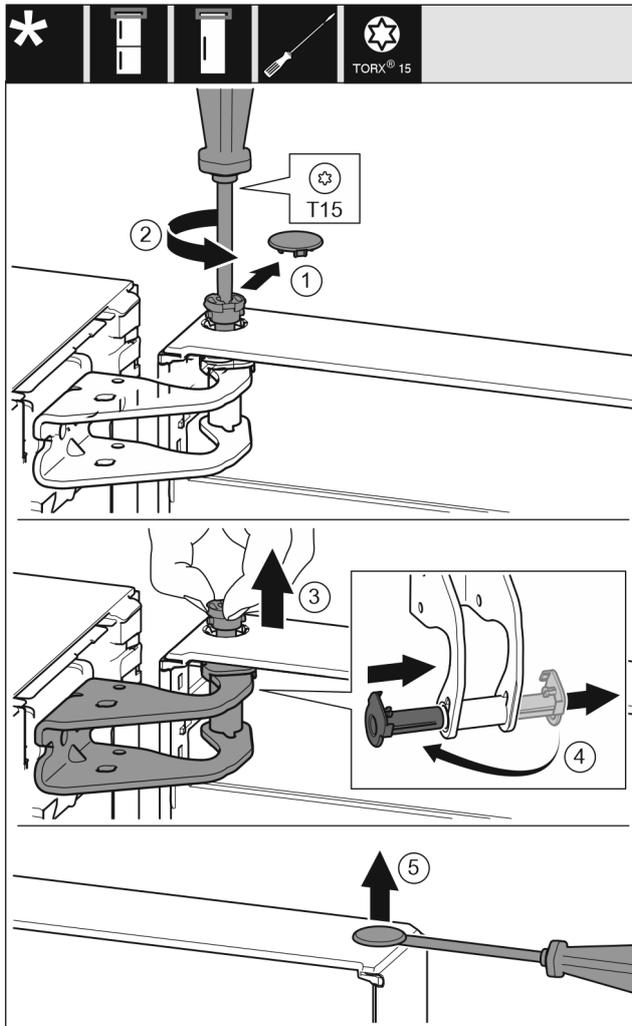

Fig. 9
- ▶ Sicherheitsabdeckung vorsichtig abziehen. Fig. 9 (1)
- ▶ Bolzen mit Schraubendreher T15 ein Stück herausdrehen. Fig. 9 (2)
- ▶ Tür festhalten und Bolzen mit den Fingern herausziehen. Fig. 9 (3)
- ▶ Lagerbuchse aus Führung ziehen. Von der anderen Seite einsetzen und einrasten. Fig. 9 (4)
- ▶ Stopfen aus der Türlagerbuchse vorsichtig mit einem Schlitzschraubendreher anheben und herausziehen. Fig. 9 (5)